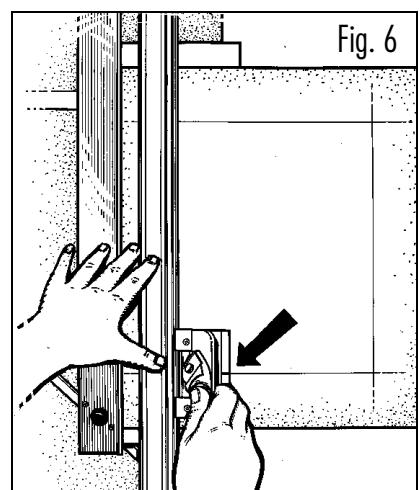

Fig. 6
- 6 Pousser la lame dans le cache et pousser le couteau le long de la barre de guidage jusqu'à ce que la ligne argentée touche la ligne au crayon (Fig. 6).
- 6 Druk het mes in materiaal en druk de snijder langs de geleiderail tot zilveren lijn de bovenste potlood-lijn bereikt (Fig 6)